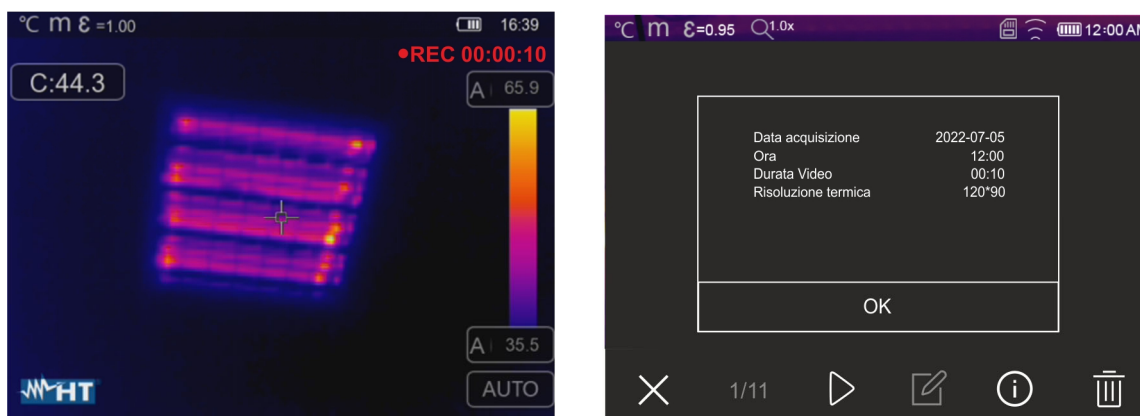

Fig. 48: Registrazione video IR
1. **Premere e tenere premuto il tasto**  **per almeno 2s.** L'indicazione “REC” e il tempo di registrazione sono mostrati nella parte alta ad indicare la registrazione in corso (vedere Fig. 48)